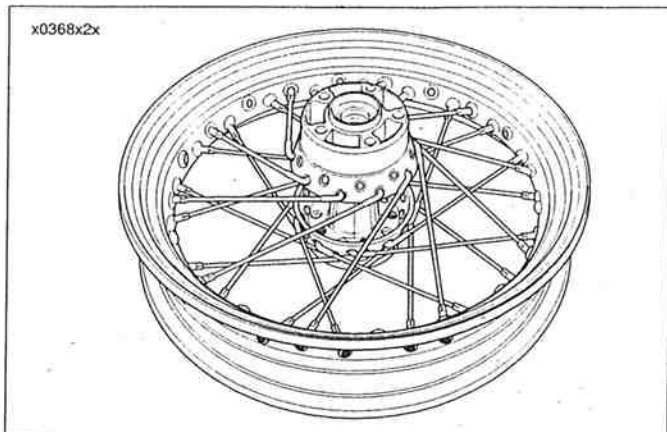

Figura 2-27.
7. Vea la Figura 2-27. Coloque los nueve rayos restantes de la fila inferior, en ángulo hacia la derecha, dentro de la maza y el aro.